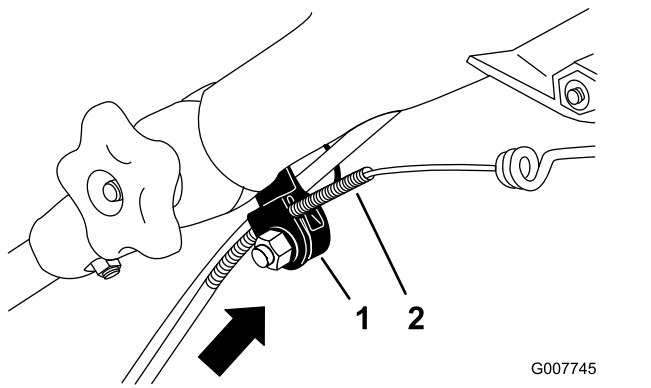

Figure 48
**Remarque:** Vous pouvez placer une règle graduée contre la face supérieure du support de câble noir et mesurer le déplacement de l'extrémité supérieure de la gaine (Figure 48).